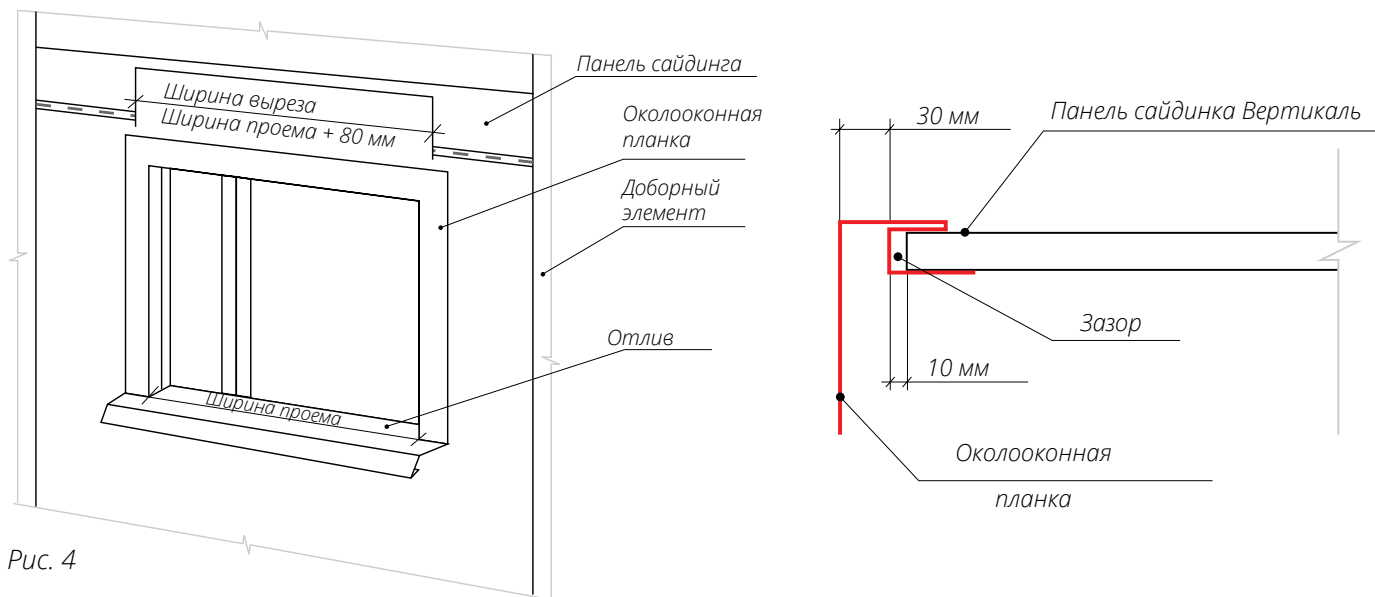

Рис. 4
- Подготовьте панели, примыкающие к проему сверху. Если под проемом не установлен Н-профиль, вырез делается на ширину оконного проема с учетом размера Околооконной планки и зазора, необходимого для того, чтобы можно было вставить панель в Околооконную планку (рис. 4).
те необходимый вырез, как показано на схеме (рис. 4). Вырез должен быть шире проема на 80 мм. Глубина выреза должна позволить смонтировать панель без зазоров и деформаций.